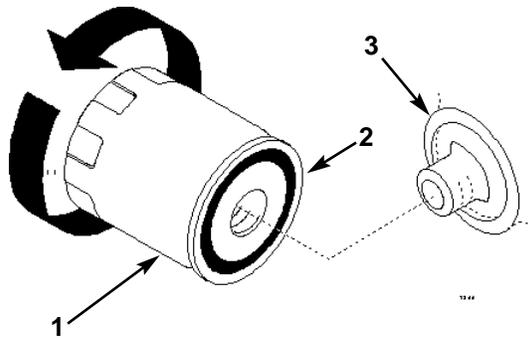

Bild 34A
6. Wechseln des Ölfilters (Bild 34A).
2. Den alten Filter entfernen und die Filteradapterdichtfläche (Bild 34A) sauber wischen.
3. Die Gummidichtung am Austauschfilter mit einer dünnen Schicht von frischem Öl überziehen (Bild 34A).
4. Den Austauschölfilter in den Filteradapter einschrauben. Den Ölfilter soweit im Uhrzeigersinn drehen, bis die Gummidichtung mit dem Filteradapter Kontakt nimmt, dann den Filter um eine weitere $\frac{1}{2}$ Umdrehung festziehen (Bild 34A).